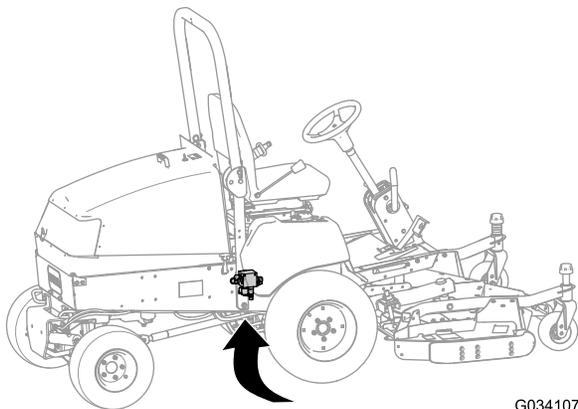

**Figura 16**
3. Ligue o indicador de pressão à porta de teste, atrás do manípulo de elevação (Figura 16).
4. Na parte da frente do manípulo de elevação, retire a tampa da bobina de transferência de peso (Figura 16).
5. Desaperte a porca de bloqueio na parte inferior da bobina de transferência de peso (Figura 16).